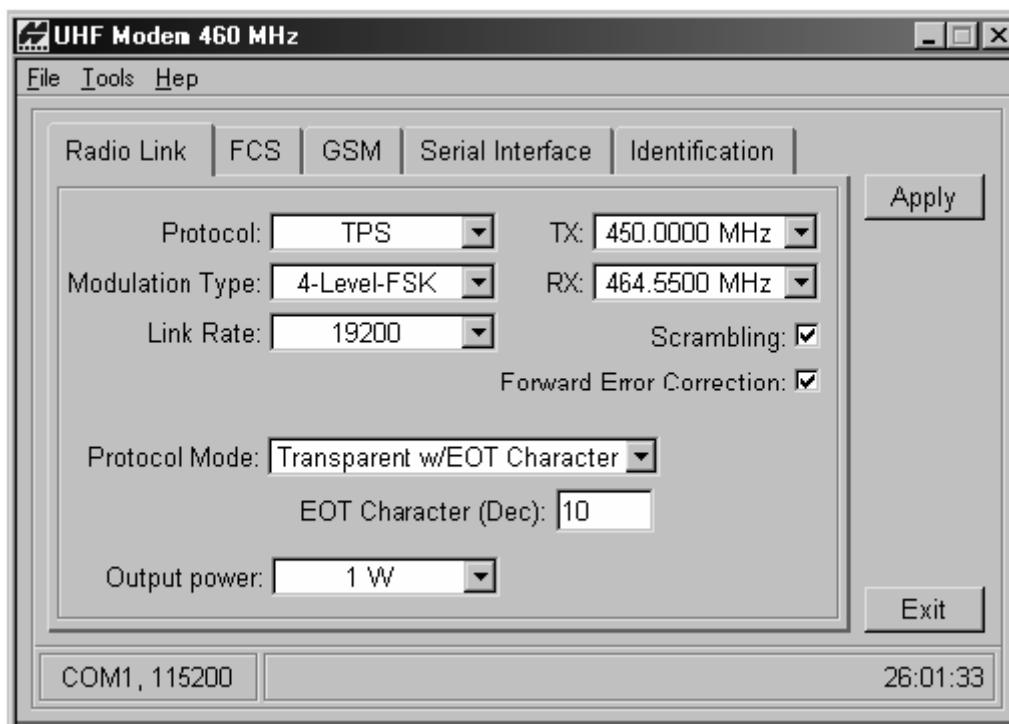

Рисунок 2-20. Пример выбора параметров линии передачи данных для базовой станции
5. На вкладке *Radio Link* (радиоканал) установите следующие параметры радиомодема базовой станции (см. рис. 2-20 на стр. 2-29):